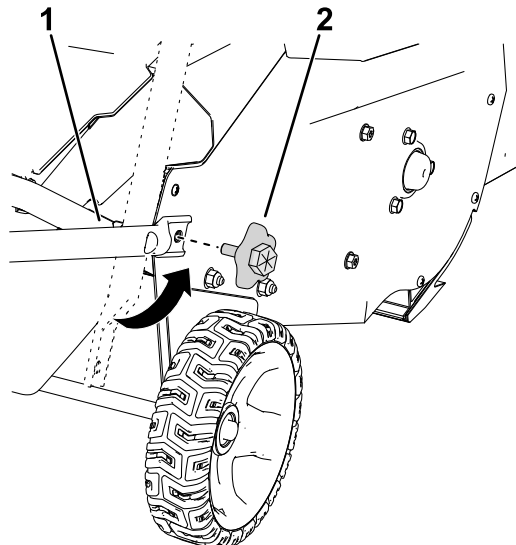

Figura 6
5. Fixați mânerul inferior în poziție și instalați butoanele acestuia așa cum este prezentat în Figura 6.